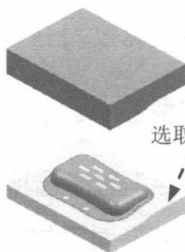

图 1.18 选取移动对象
(1) 选择对象。在对话框中选择 **选择对象** 单选项, 选取图 1.18 所示的型芯, 单击 **Shift** 键, 以取消选中上一步选中的型腔。